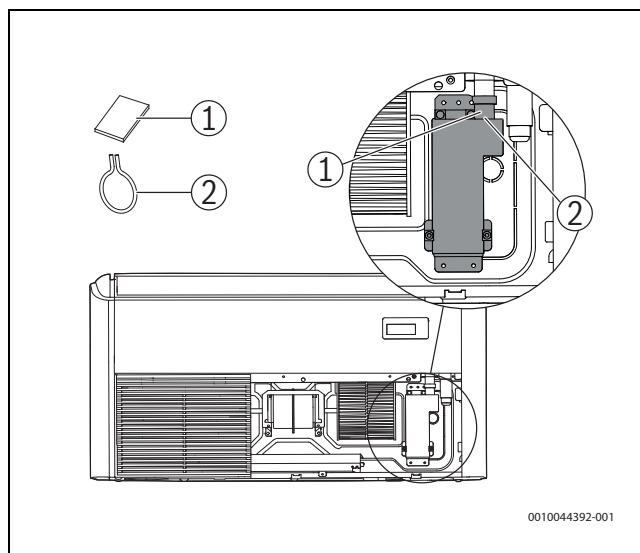

fig. 79
- ▶ Hiqeni shkurmbin (→ fig. 79 [1]) nga dalja e shkarkuesit të kondensatit, pastaj çmontoni qaforen me sustë (→ fig. 79 [2]).